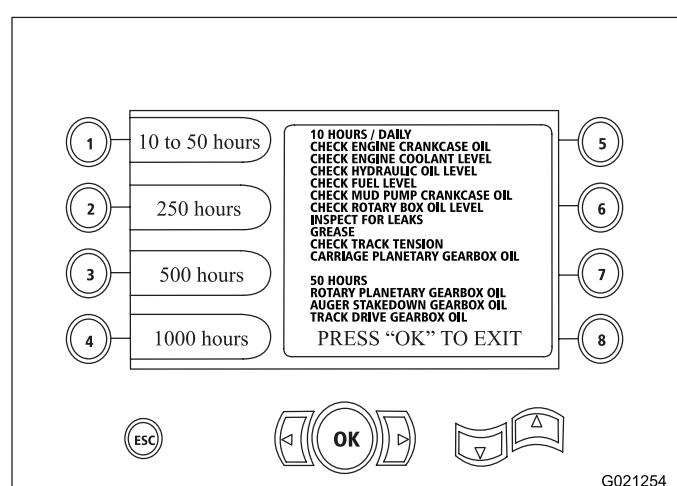

Рисунок 24
- Кнопка 1 – регламент техобслуживания после наработки 10 и 50 часов (Рисунок 24)